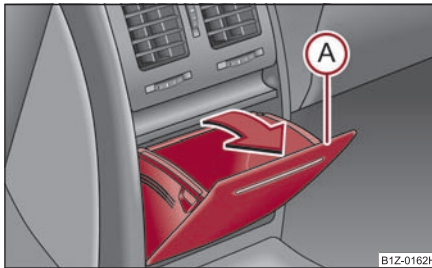

Fig. 130 Consola centrală spate: Compartimentul de depozitare
- Deschideți compartimentul trăgând de marginea de jos **A** în sensul săgeții ⇒ fig. 130.